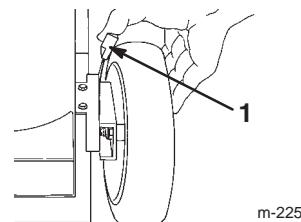

Bild 12
- Ziehen Sie den Radhöheneinstellhebel zum Rad (Bild 12) und schieben Sie ihn in die gewünschte Einstellung.